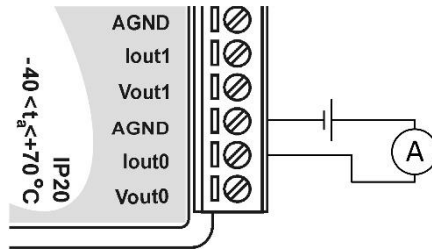
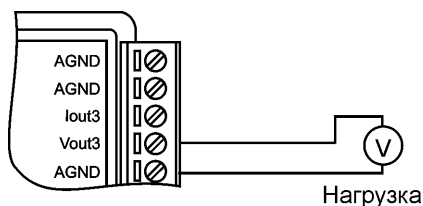

Рис. 5.1. Соединение приборов для юстировки выходного тока
Рис. 5.2. Соединение приборов для юстировки в режиме вывода напряжений
Процесс юстировки токовых каналов модулей выполняется по следующему алгоритму (см. рис. 5.1):
- подключить образцовый амперметр к нулевому выходу модуля Iout0 проводом минимальной длины по схеме на рис. 5.1.
- подсоедините образцовый вольтметр к каналу Vout0 (рис. 5.2);
Подключите нагрузку или вольтметр к входным зажимам модуля (см. рис. 5.1, рис. 5.2). Инсталируйте OPC сервер NЛорс на Вашем компьютере. После подключения OPC сервера его можно использовать для пересылки команд в модуль и проверки, таким способом, его работоспособности.